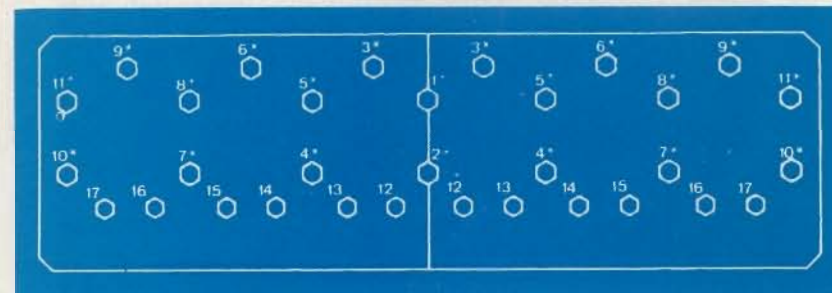

Fig. 2.3.— Orden de apriete de las tuercas de las culatas
- 2.º Ajustar las tuercas marcadas con asterisco y siguiendo el orden del 1 al 11 (fig. 2.3), apretadas con llave dinámométrica tarada primero a 4 mkg. Luego siguiendo el mismo orden, apretarlas a 12 mkg, y de nuevo reapretarlas definitivamente de 24 a 25 mkg.